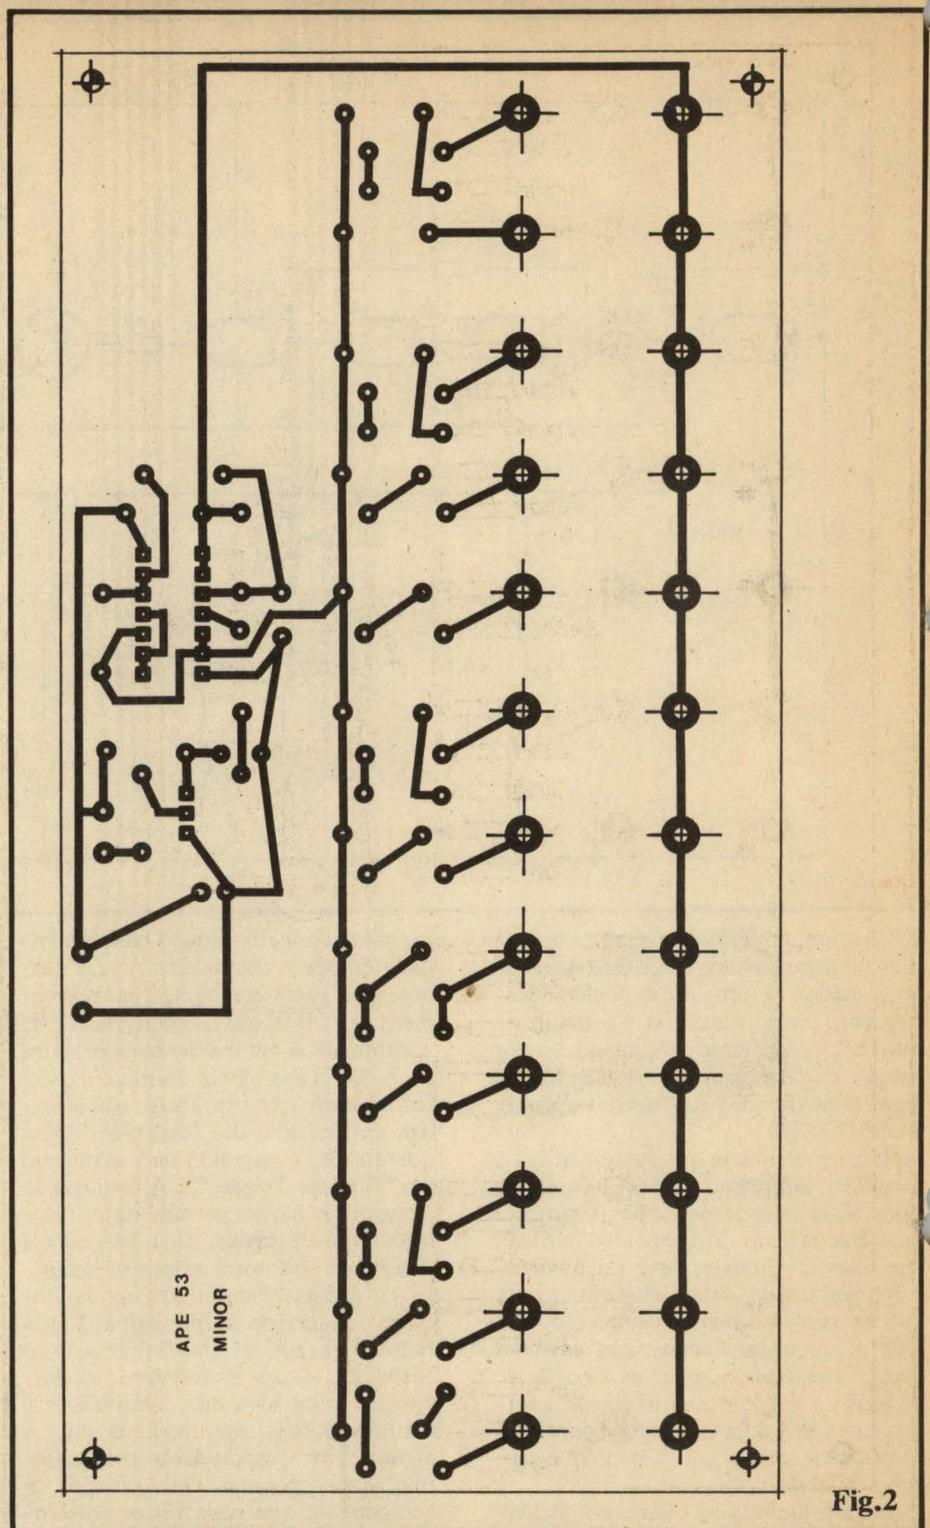

Fig.2
- FIG. 2 - LAY OUT DO CIRCUITO IMPRESSO ESPECÍFICO - Conforme já foi mencionado, o lay out do padrão cobreado de ilhas e pistas, inclui não só o substrato para implementação do circuito, como também a "base" eletro-mecânica do próprio "teclado"... Por tais razões, a placa não tem como ficar muito pequena (ainda assim, conforme se vê da figura, não resultou exageradamente grande...). A figura está em tamanho natural (escala 1:1), e deve ser "respeitada" em suas dimensões, proporções, afastamentos e organização, de modo a se obter um bom resultado visual e "mecânico" na montagem... Notar, especialmente, o conjunto de 12 pares de ilhas/furos, relativamente "avantajados", junto a face maior inferior da